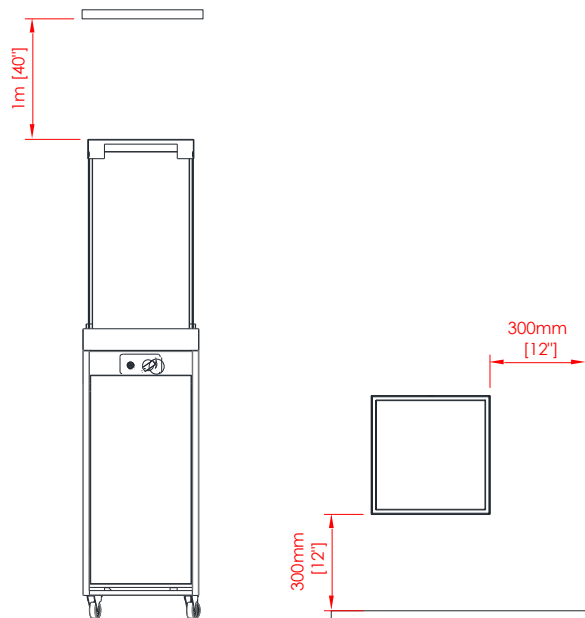

Abb. 2 – Mindestabstände
- Dieses Gerät muss während des Gebrauchs von brennbaren Materialien ferngehalten werden. Stellen Sie keine brennbaren Materialien in einem Abstand von 0,3 m zum FARO und 1 m über dem Gerät auf (Abb. 2).